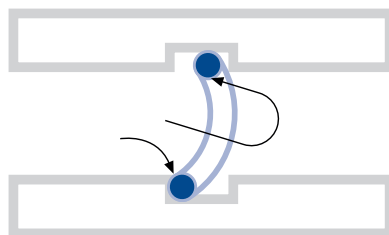

Abbildung 2
- Vorderkante zurückziehen, bis der Ring in die Nut einschnappt (Abbildung 2)